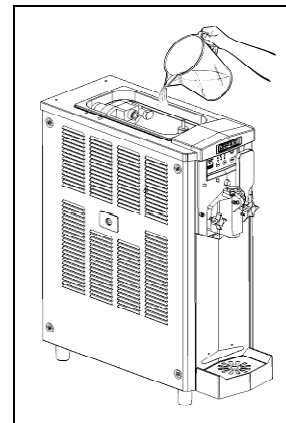

Fig. 4
- **U**ne fois la machine complètement vidée, remplir le bac supérieur d'eau chaude (fig.4) et attendre quelques minutes.